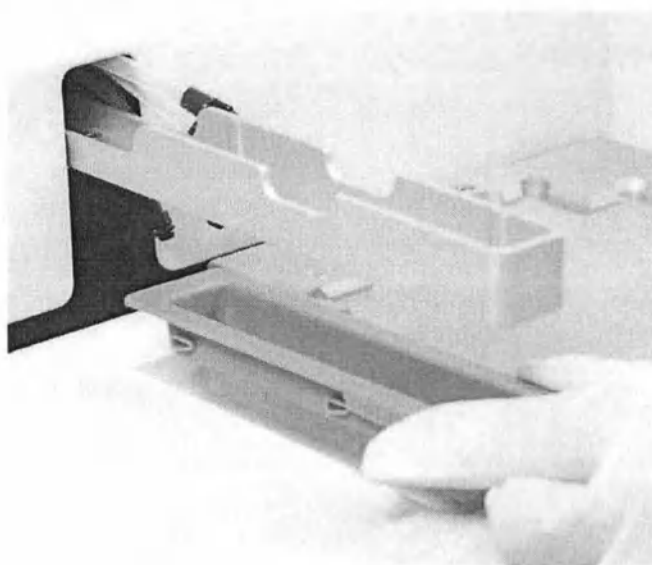

Рисунок 3-10. Извлечение (снятие) заливочной ёмкости
5. Поднимите и извлеките ёмкость (Рисунок 3-10).